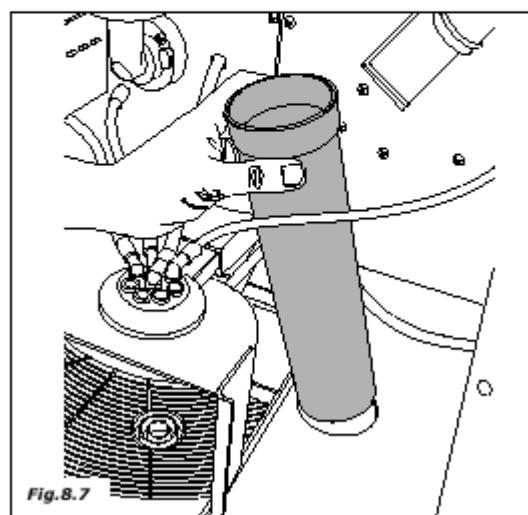

Fig. 8.7
- вставьте конвейерную трубку в появившееся отверстие (рис. 8.7).